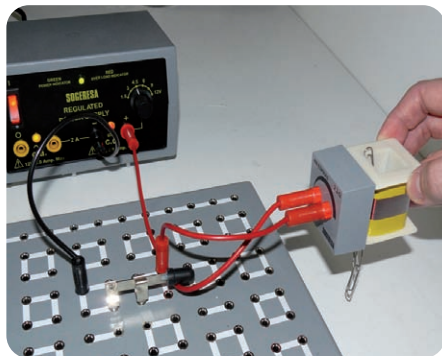

Figura.1
1. Realizar el montaje de la figura 1 colocando algunos clavos, alfileres clips sobre la mesa y utilizando la bobina de 400 espiras.